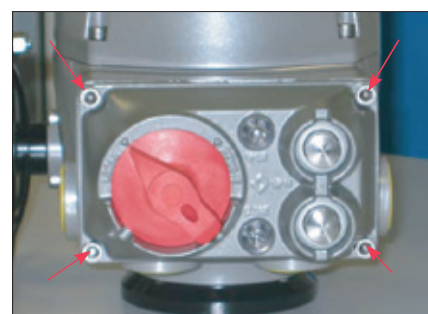

Fig. 10: Fissaggio dell'interfaccia locale all'attuatore EPI₂
- Utilizzare le 4 viti rimosse dal coperchio della morsetteria per fissare l'interfaccia locale con una chiave esagonale da 5 mm.(vedi Fig. 10).